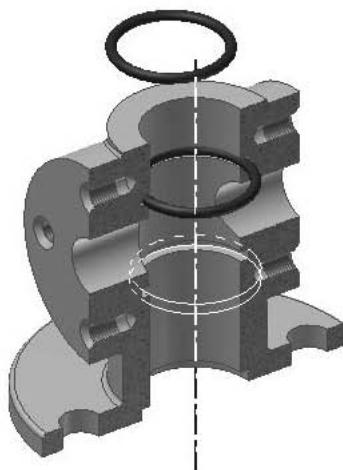

Рис. 9.48. Наложение зависимостей на кольцо
4. Вставьте в канавку корпуса кольцо, наложив зависимость **Совмещение** и выделив цилиндрическую часть канавки и ось кольца (рис. 9.48).